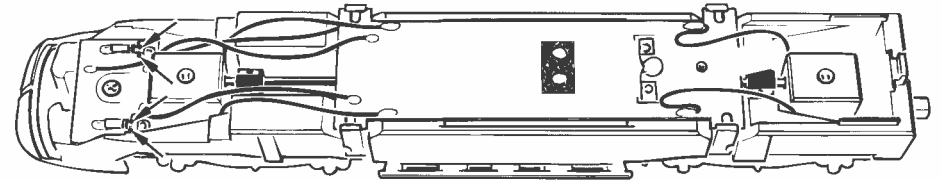

Fig. 5
1. Reinigung der Radstromkontakte: Radstromkontakte können auf unsauberen Schienen leicht verschmutzen. Entfernen Sie **vorsichtig** mit einem kleinen Pinsel **den Schmutz** an den in Fig. 5 gekennzeichneten Stellen.
1. Cleaning of wheel contacts: Wheel contacts easily get dirty on tracks which are not entirely clean. Use a small brush to **remove dirt** from spots marked in fig. 5.
1. Nettoyage des lames de courant aux roues: Les lames de contacts risquent de s'encrasser rapidement sur des voies poussiéreuses. Veuillez **enlever la poussière** aux endroits marqués à la fig. 5 à l'aide d'un petit pinceau souple.